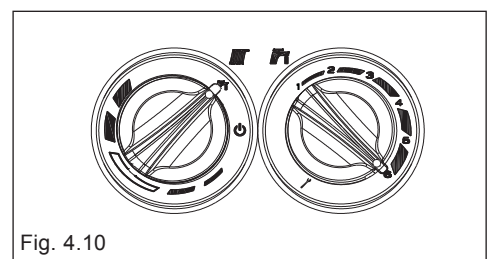

Fig. 4.10
**CASO C** solo riscaldamento + bollitore esterno con sonda - per regolare la temperatura dell'acqua sanitaria stoccata nel bollitore, ruotare il selettore di temperatura: in senso orario la temperatura aumenta, al contrario diminuisce (fig. 4.10).